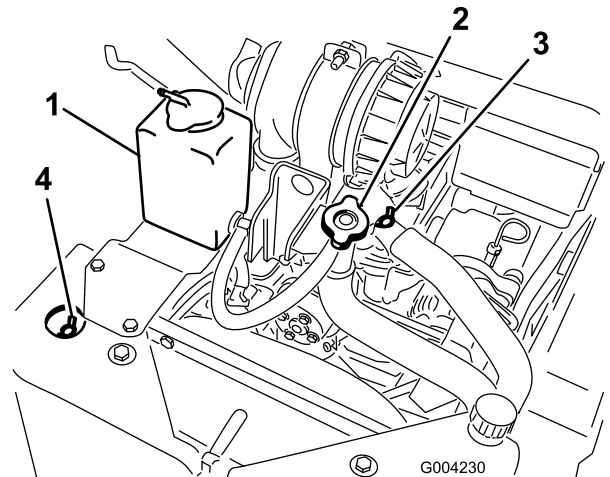

図 51
A. 冷却水補給キャップを外す 図 51。
B. 上部と前部の冷却液抜き取りバルブを開く 図 51。
C. 冷却水補給管から冷却水を補充する。前部の冷却液抜き取りバルブから液があふれてくるまで補充する 図 51。
D. 前部の冷却液抜き取りバルブを閉じる 図 51。
- E. 冷却水補給管から冷却水を補充する。上部の冷却液抜き取りバルブから液があふれてくるまで補充する 図 51。
- F. 上部の冷却液抜き取りバルブを閉じる 図 51。
- G. 冷却水の水位が冷却水補給管の内部に上昇するまで、冷却水を追加する 図 51。
- H. 冷却水補給キャップを取り付ける 図 51。